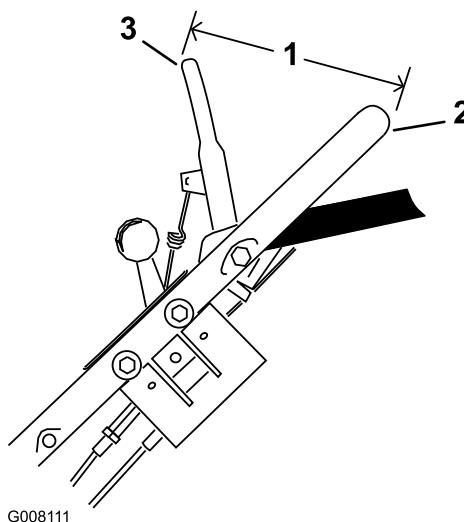

Figure 30
6. Maintenez la barre de commande de la lame de sorte que **l'extérieur** se trouve à 14 cm (5,5 pouces) de **l'extérieur** du guidon, puis tirez sur le câble pour éliminer le mou, mais sans tendre le ressort (Figure 30).